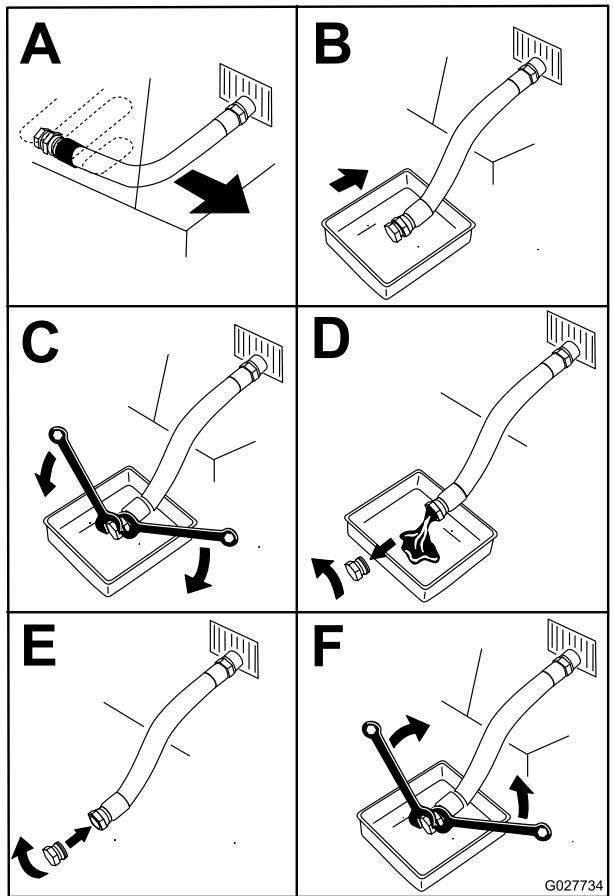

Figura 49
- Drene el aceite del motor (Figura 49).